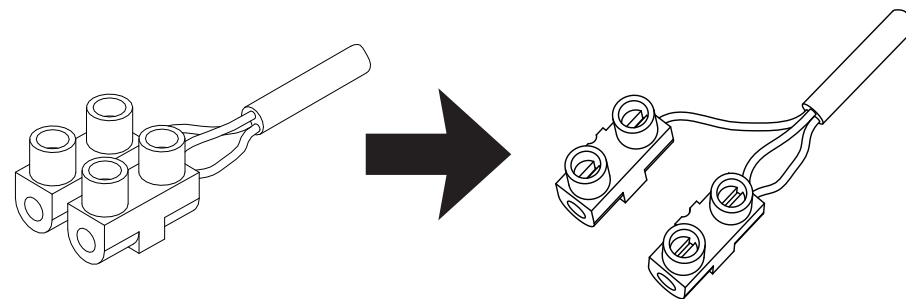

Рисунок 3. Разделение секций клеммной колодки.
7.5. При необходимости размещения клеммной колодки за светильником (между стеной и корпусом светильника) нужно разделить секции колодки путём разрезания пластиковой перемычки на колодке (рис. 3) и уложить секции колодки между корпусом светильника и стеной при его установке.